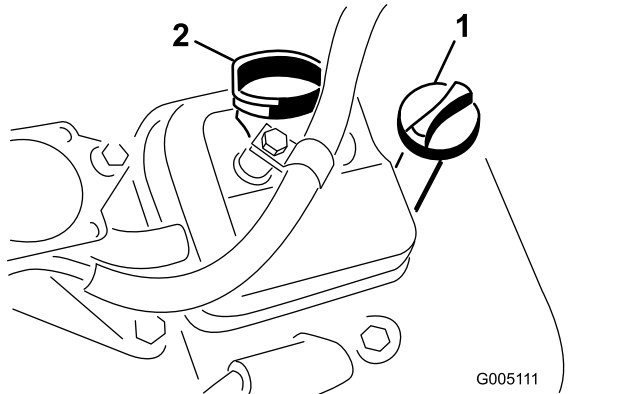

Bild 27
- Führen Sie den Peilstab in den Füllstutzen wieder ein und schrauben Sie den Peilstab auf den Füllstutzen auf (Bild 27).